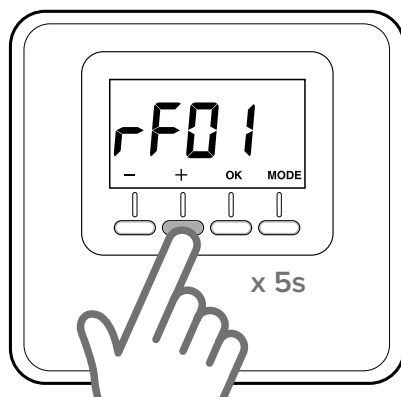

Fig. 18
- Pressionar novamente a tecla “+” por 5 segundos para aceder aos parâmetros técnicos, o visor apresenta o parâmetro “rF01” (Fig. 18).